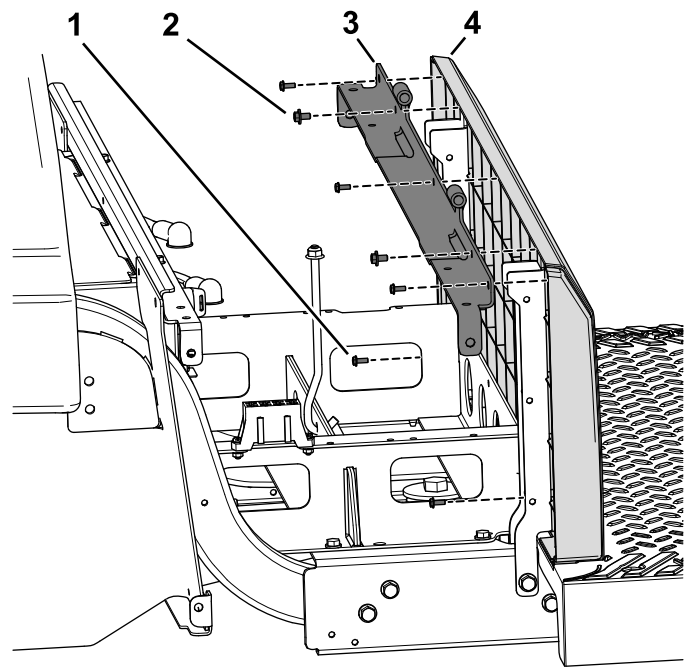

图86
5. 使用带垫圈组件的 2 个螺栓 1/4 x 1/2 英寸将倾斜支撑托架和座椅底座面板固定到左、右座椅支架上 图86。
6. 使用 5 个螺丝#10 x 1/2 英寸将后面板固定到倾斜支撑托架和座椅支架上 图86。